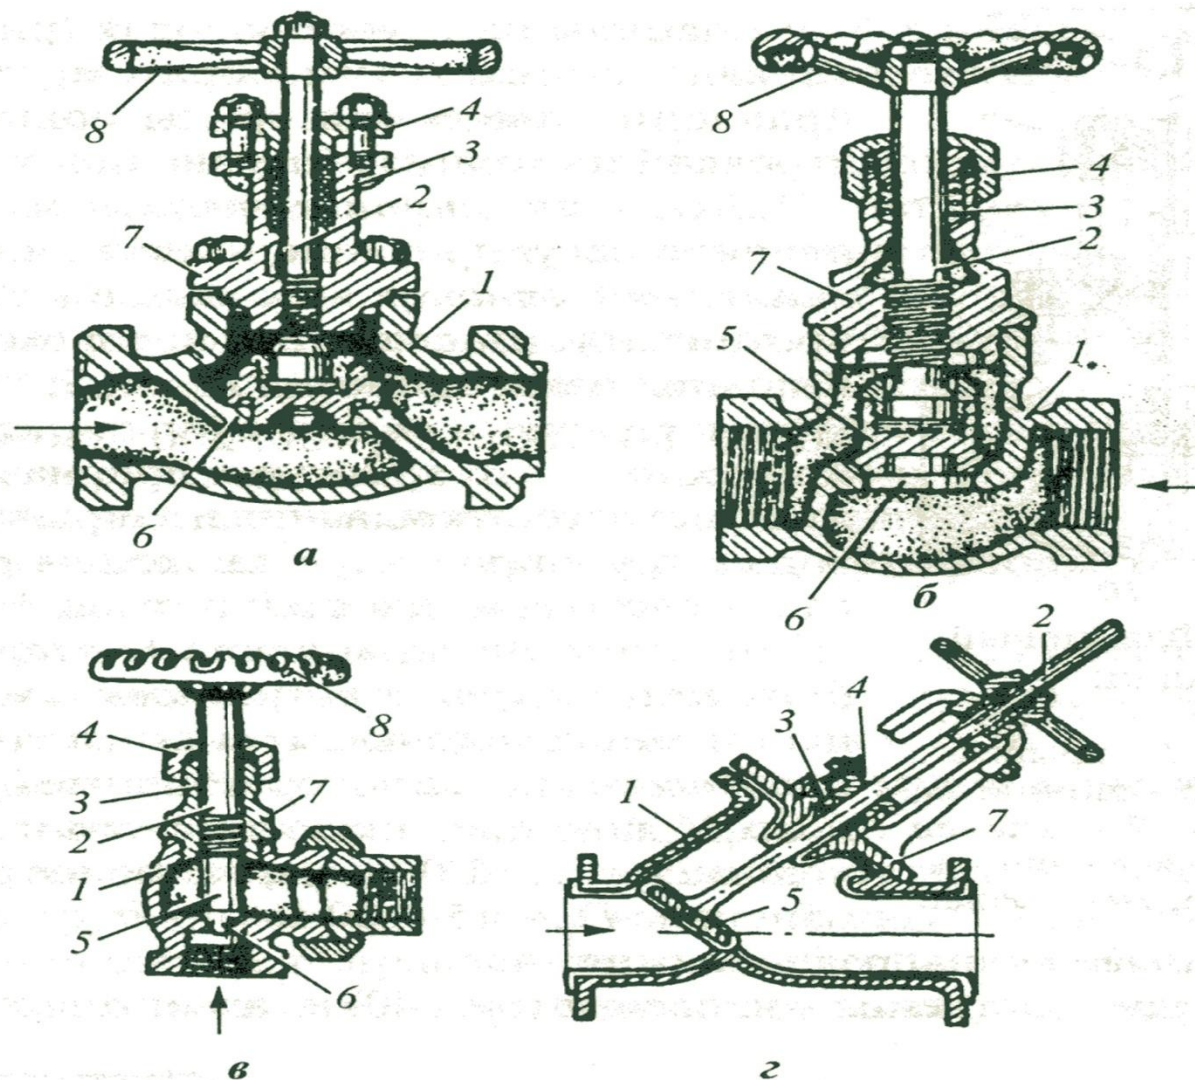

Рис. 38. Клапаны:
- *Клапаны* (рис. 38) предназначены для закрывания прохода в трубопроводах Ø 15-250 мм и для регулирования расхода жидкости и пара. Клапаны-*муфтовые* (рис. 38, б, в) и *фланцевые* (рис 38, а, г), с *прямым и наклонным шпинделем*.